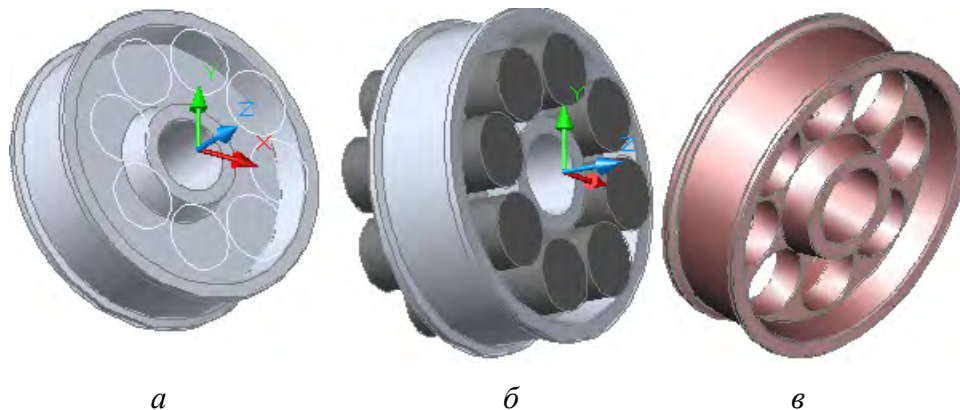

Рис. 71. Последовательность операций рисования отверстий:
1. По команде **UCS** перенести и повернуть ПСК так, как показано на рис. 71, а. В плоскости XY построить окружность командой **Circle**. Центр окружности располагается на среднем радиусе между выступами. Диаметр окружности должен быть максимальным. По команде **Array** построить полярный массив из восьми окружностей.
На рис. 71, б показан результат действия команды **Extrude** на окружности. Высоту стержневых цилиндров в позиции ПСК на рисунке надо задавать отрицательной. По команде **Subtract** из тела детали удаляется объем, занимаемый стержнями, в результате чего образуются круглые отверстия.
На рис. 71, в показана возможность улучшения внешнего вида детали. Покрытие нужно перенести из раздела **Material Samples** палитры **Tool Palettes**. Обычно на чертеже пишут в примечаниях «Острые кромки скруглить». На чертеже детали все острые кромки скруглены радиусом 1 мм. Вот как осуществляется эта операция по команде **Modify — Fillet** (Сопряжение):